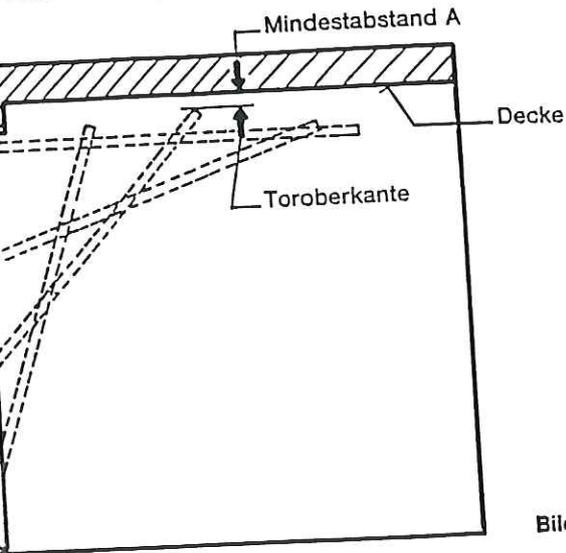
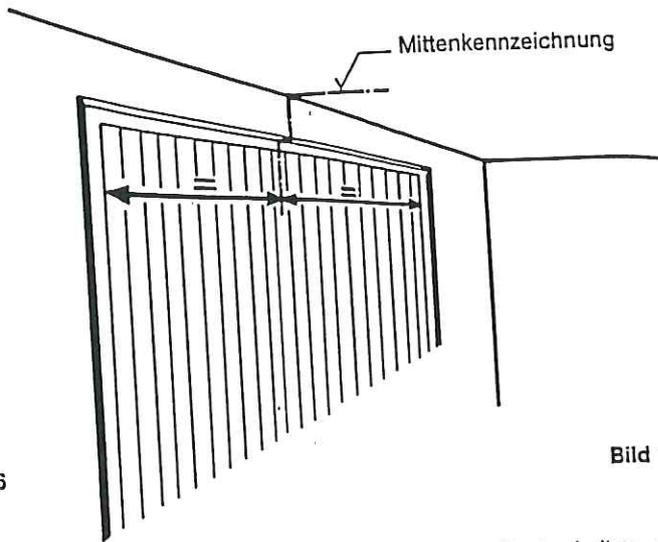

Bild 16
Bild 17
... kante - Deckel) messen (Bild 16).
5.13.) Deckenmontage: Bei einem Mindestabstand „A“ (vgl. Bild 16) unter 12 cm Torantrieb direkt an die Decke montieren. Dazu Mittenkennzeichnung in Sturznähe auf die Decke übertragen (Bild 17).